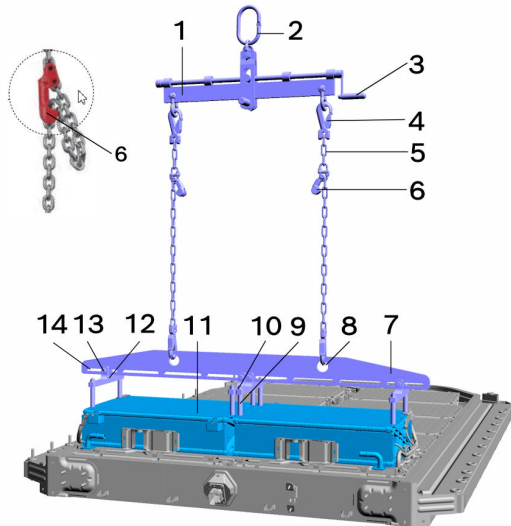

Figura 7: Elevación de una pareja de módulos de batería
2. Usar los ganchos de acortamiento (6) para ajustar la longitud de las eslingas de cadena (5) como se muestra en Figura 7.